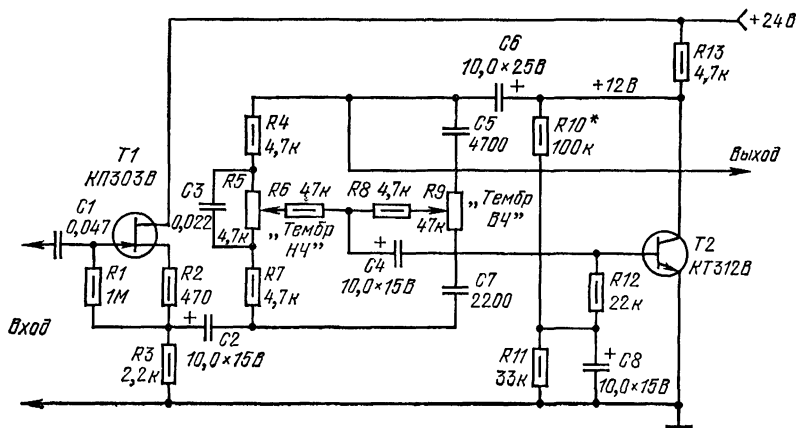

Рис. 35
**Усилитель с раздельной регулировкой тембра.** На рис. 35 изображена принципиальная схема двухкаскадного усилителя, имеющего глубокое регулирование тембра по низким и высшим частотам переменными резисторами  $R5$  («НЧ») и  $R9$  («ВЧ»). Первая ступень собрана на полевом транзисторе  $T1$  по схеме с общим стоком и обладает высоким — не менее 5 МОм — входным сопротивлением. Регуляторы тембра содержат две  $RC$ -цепи, включенные в об-